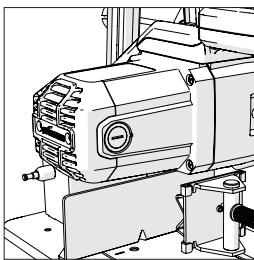

Fig. 13
- Entfernen Sie die Plastikkappen an der Rückseite des Motors (**Abb. 13**). Gehen Sie vorsichtig vor; die Kappen sind federbelastet.